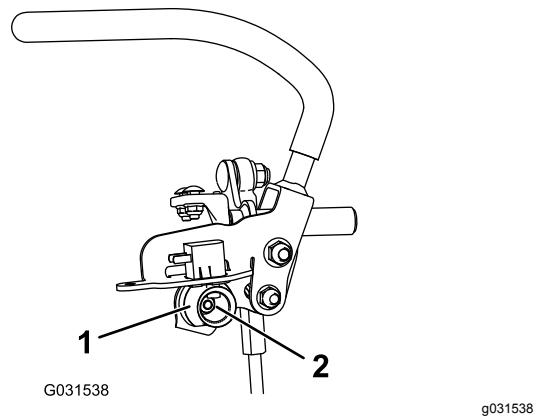

Figura 76
6. Allentate il dado che regge la camma (Figura 76).